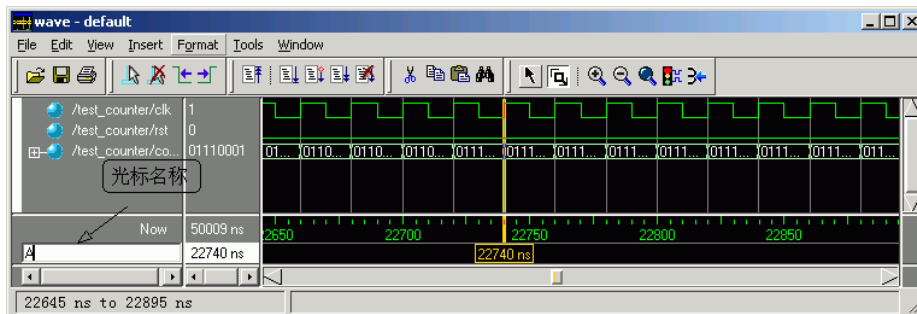

图3-41 光标重命名
- (4) 使用鼠标右键点击光标的名称，这个区域就变得可以编辑，直接在其中输出光标的名称【A】即可，如图 3-41 所示，请与 3-40 图示的同一个区域进行对比。